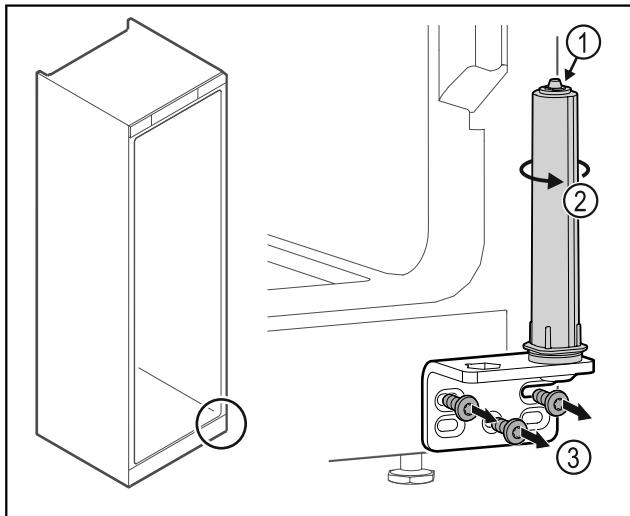

Fig. 51
► Nerozoberajte systém zatvárania dverí Fig. 51 (1).
- Otáčajte systém zatvárania Fig. 51 (2), kým nezavakne.
- Odskrutkujte uholník závesu Fig. 51 (3).